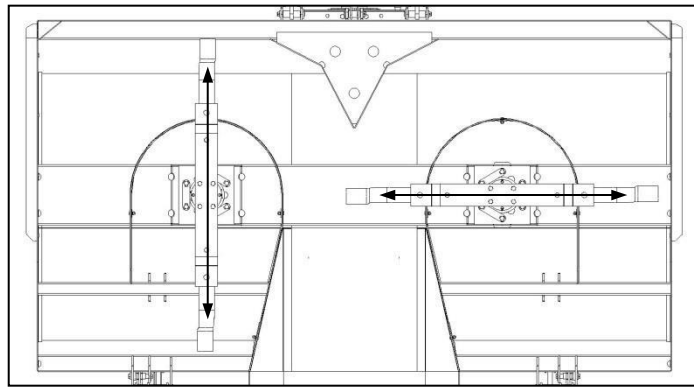

Fig. 10
- ✓ Weigh blades before installation. Blades of nearest equivalent masses should be installed in opposing positions on the same cutting gear assembly to maintain balance (Fig. 10).
- ✓ Weeg lemme voor hulle aangebring word. Lemme met die naaste eenderse massas moet teenoor mekaar op dieselfde snymeganismemontering aangebring word om balans te handhaaf (Fig. 10).